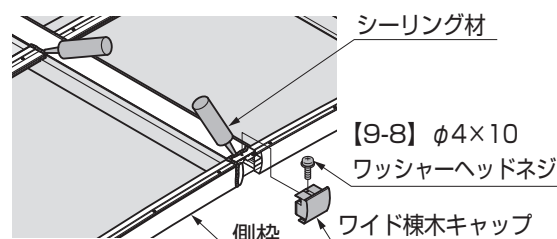

図6-5 B部詳細図
- ②アーチカバーとワイド棟木との間と側枠カバーとワイド棟木の上にシーリング材を充てんしてください。(図6-5参照)
- ③ワイド棟木キャップをワイド棟木に [9-8] で取付けてください。
- ④ワイド棟木とワイド棟木キャップの間にシーリング材を充てんしてください。